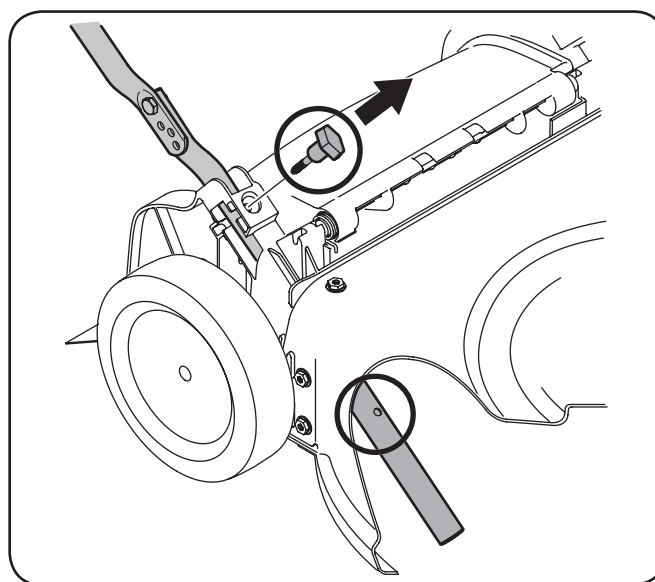
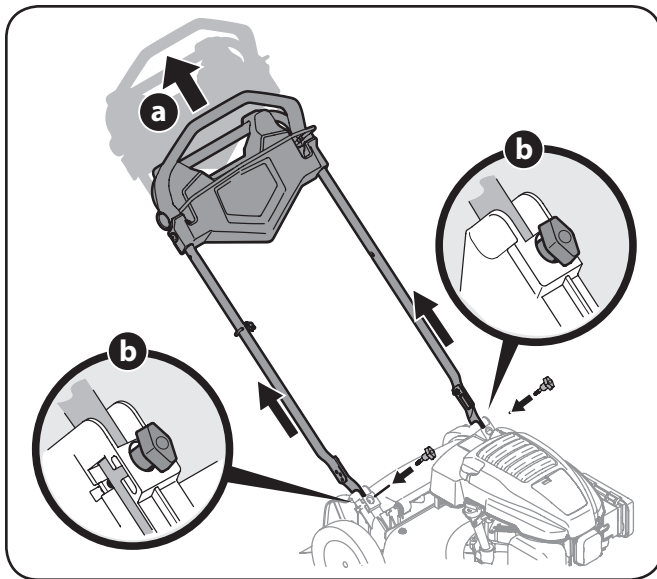

Figure 3-3
Figure 3-4
2. Retirez les boulons à oreilles des supports de la poignée. Voir Figure 3-3.
- a. Tirez la poignée (environ 8 pouces vers le haut) jusqu'à ce que les trous dans la poignée inférieure (voir Figure 3-3) s'alignent avec les trous des supports de la poignée. Voir Figure 3-4.
- b. Insérez les boulons à oreilles retirés antérieurement dans les supports de la poignée et dans la poignée inférieure. Serrez bien les boulons afin de fixer la poignée en place. Voir Figure 3-4 (b).